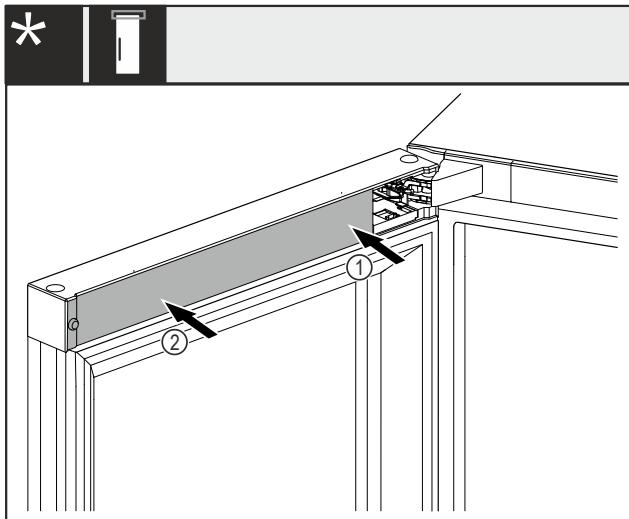

Fig. 50 \*
- ▶ Abdeckung Fig. 50 (1) zuerst an der Lagerbockseite aufsetzen und einrasten.\*
- ▶ Abdeckung Fig. 50 (2) an der Aussenseite aufsetzen und einrasten.\*